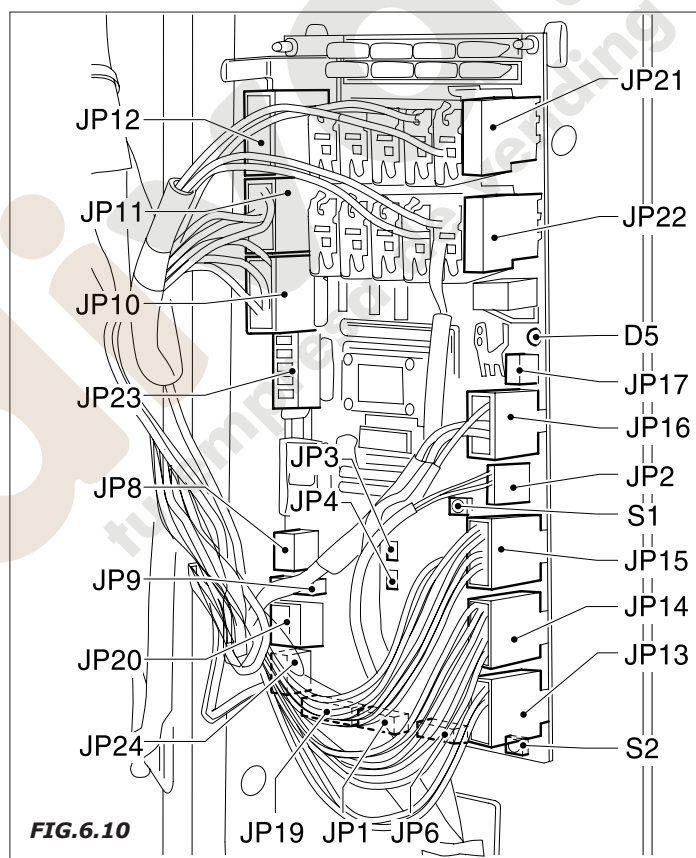

FIG.6.10
6.6.1 Configuración de la tarjeta electrónica (Fig.6.10)